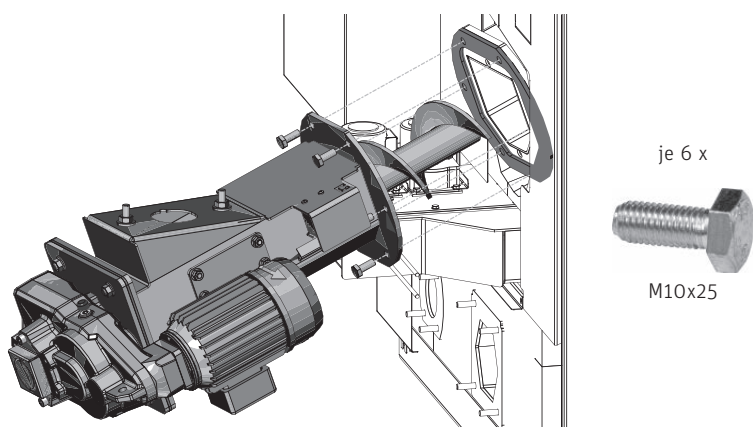

Fig. 107 Introdurre e avvitare saldamente la coclea di dosaggio
- Introdurre la coclea di dosaggio nella caldaia e avvitare saldamente insieme alla guarnizione – Fig. 107.